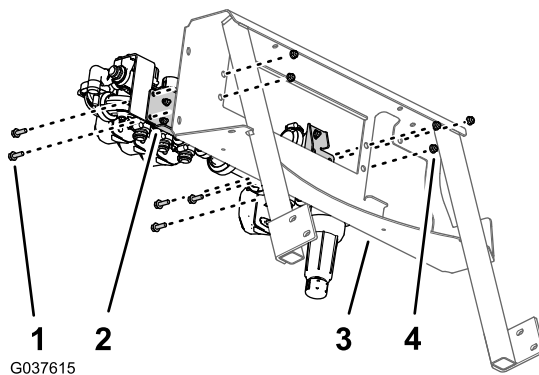
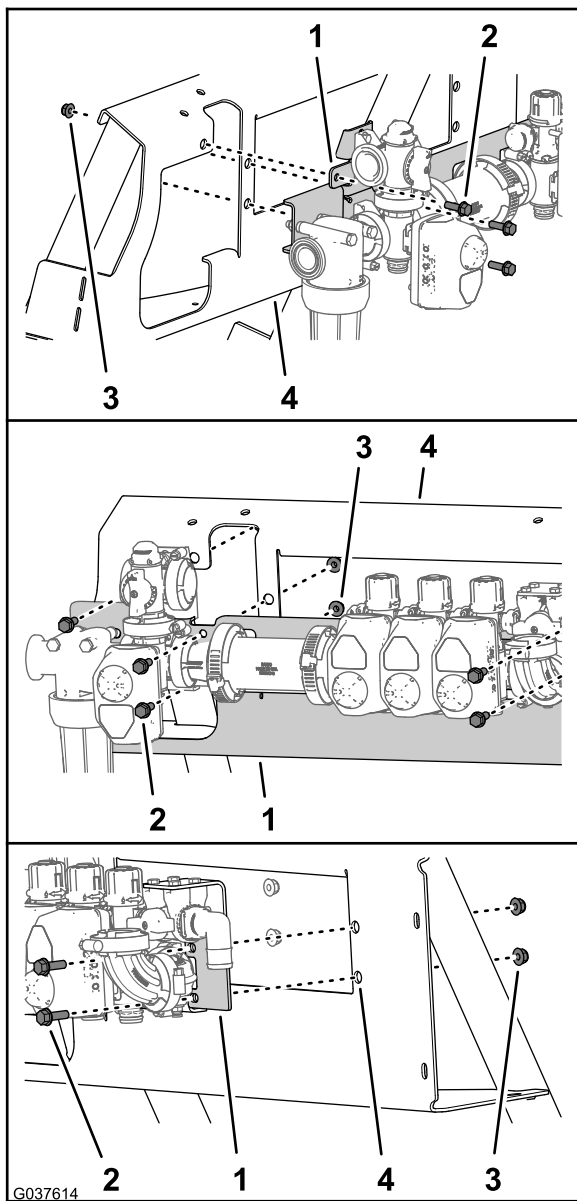

Рисунок 48
Рисунок 49
1. Совместите отверстия в кронштейне клапана вместе с клапаном опрыскивателя в сборе с отверстиями в креплении клапана (Рисунок 48 и Рисунок 49).
2. Установите кронштейн клапана на крепление клапана (Рисунок 48 и Рисунок 49) с помощью 5 болтов с фланцевыми головками (5/16 x 1 дюйм) и 5 фланцевых контргаек (5/16 дюйма).